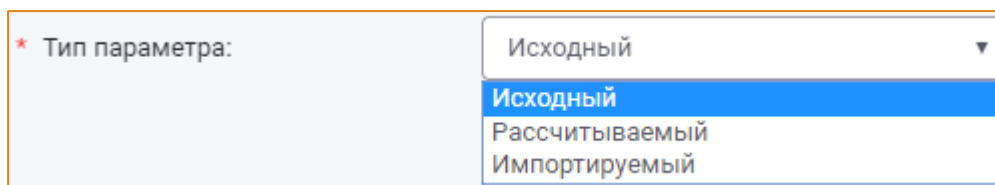

Рис. 53 – Список типов параметра
- **Тип параметра** - в раскрывающемся списке поля необходимо выбрать тип создаваемого параметра (Рис. 53).